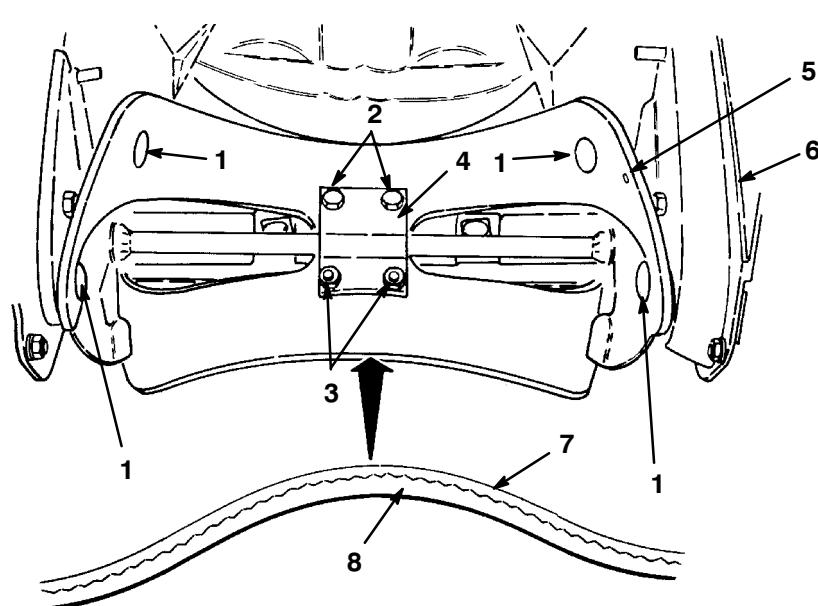

Figure 15
1. Enlevez les quatre vis Torx, les deux vis d'assemblage et les six contre-écrous qui fixent la pale à l'ensemble arbre de turbine (Fig. 15).
2. Déposez la pale en la faisant coulisser entre les supports (Fig. 15).
1. Examinez le bord de la pale neuve pour détecter la différence d'épaisseur (Fig. 15). Certaines pales portent un numéro de référence du côté épais.
Montez les pales en dirigeant la couche épaisse vers l'**intérieur** de la courroie. (Fig. 15). Si elles ne sont pas montées correctement, les pales risquent d'être déséquilibrées, ce qui fait "sauter" ou "rebondir" la déneigeuse.
4. Placez la tête des vis sur le côté épais de la pale (Fig. 15).
5. Courbez la pale et fixez-la avec les quatre vis Torx et contre-écrous restants, en plaçant la tête des vis sur le côté épais de la pale (Fig. 15).